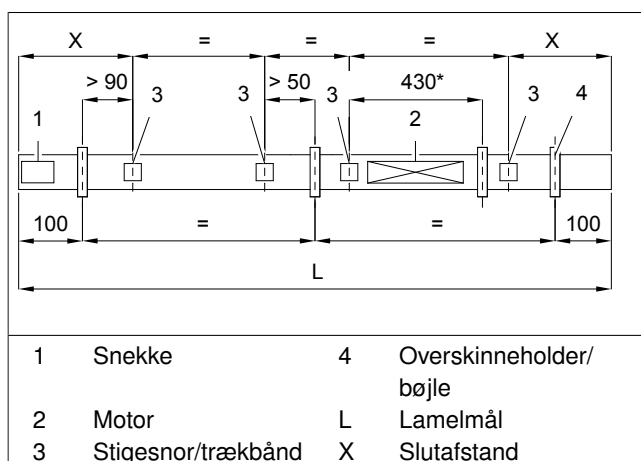

Fig. 3: Placering for overskinneholdere/bøjler (alle mål i mm)
- Overfør bøjlerens position på monteringsunderlaget (se Fig. 3)!